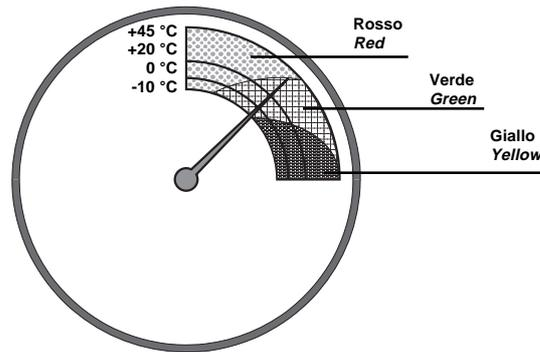

Fig. 48
12.3 Manometro (fig. 48)
12.3 Manometer (fig. 48)